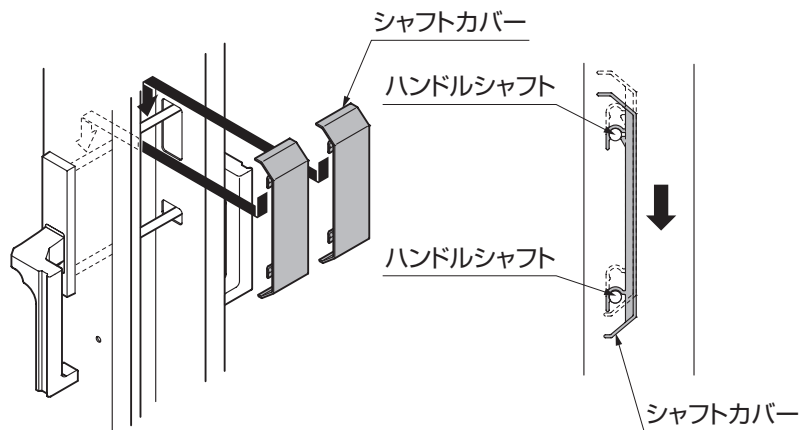

図9-12
- ①移動柱掛側・移動柱受側の裏側に見えるハンドルシャフトにシャフトカバーをかぶせ、カチッというまで押込んでください。(図9-12参照)